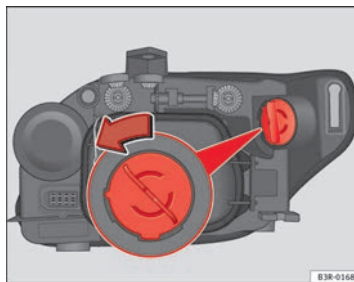

Abb. 190 Glühlampe für Blinker
- Drehen Sie den Lampenträger gegen den Uhrzeigersinn und ziehen Sie ihn → Abb. 190 mit der Glühlampe heraus.